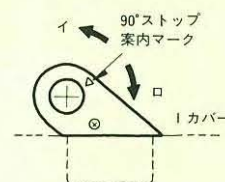

図 5 A 矢視図
1. トップピボット上部の⑥カム軸固定スクリューM8を外します。
2. ④カム軸を①より引き抜きます。このとき、カム軸のカム位置は、①のカバーに▽マーク(90°)で示してあります。
3. ④カム軸は▽マークを基準にして、希望ストップ角度位置に回して取り付けてください。(図5)